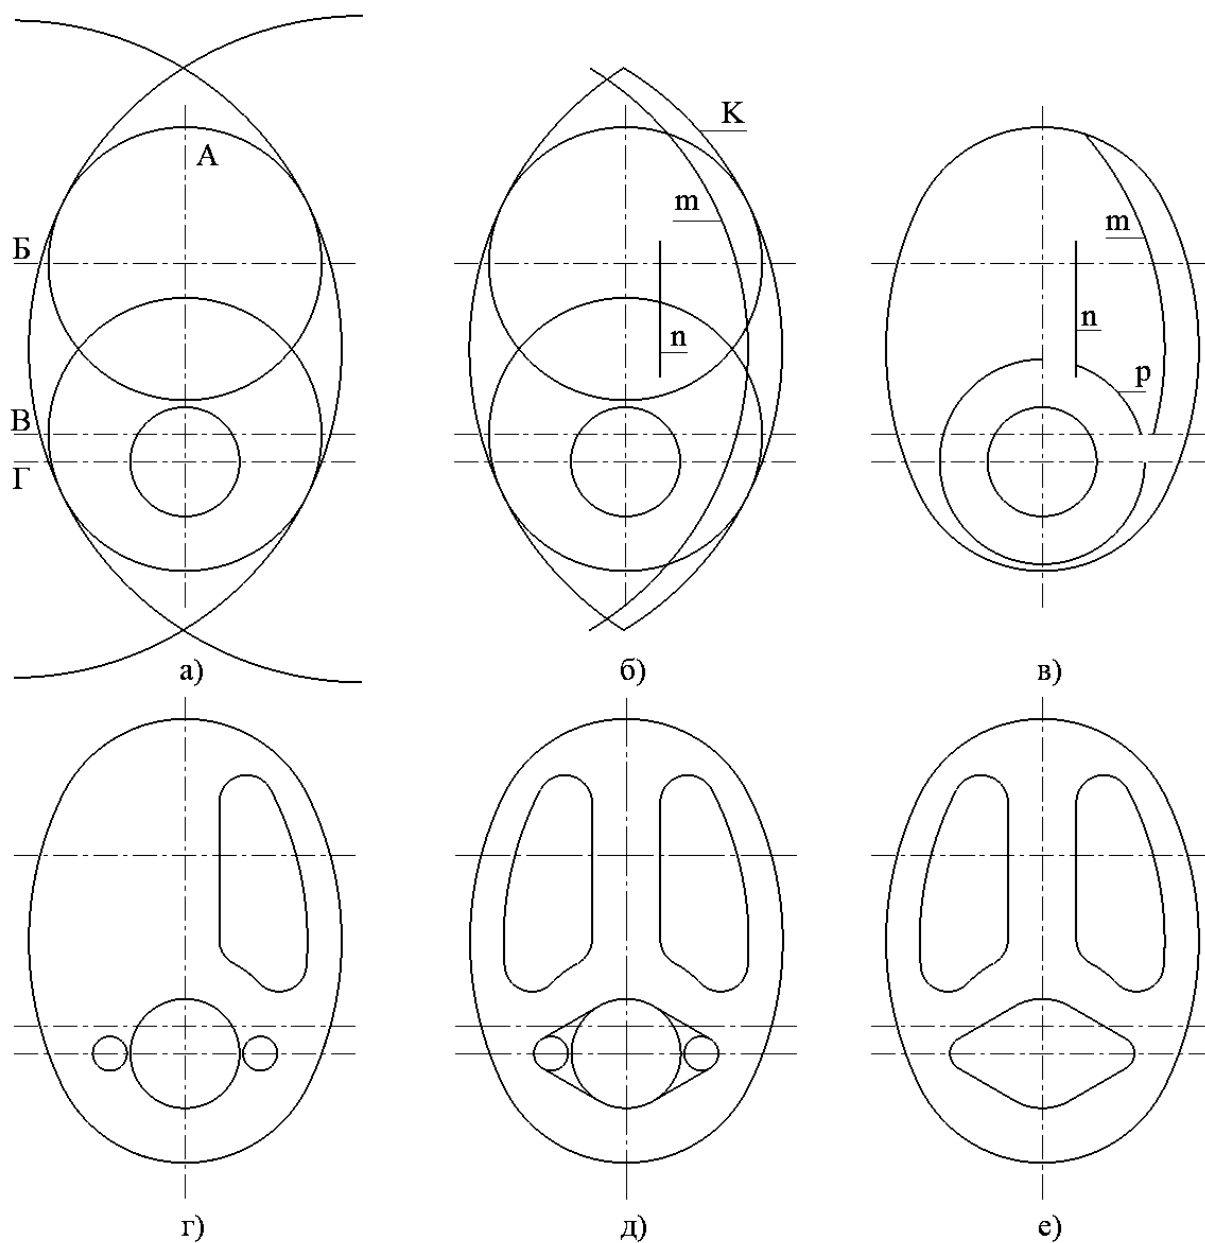

Рисунок 24 – Последовательность выполнения лабораторной работы
4. Начертите осевые линии (рисунок 24а), используя команду «Отрезок» инструментальной панели «Геометрия». Задайте стиль линии «Осевая».
5. Изобразите заданные окружности (рисунок 24а). Две окружности радиусом 40 мм разместите так, чтобы центр первой из них находился на пересечении осей А и Б, а центр второй – на пересечении осей А и В. Постройте окружность радиусом 16 мм с центром на пересечении осей А и Г.
6. Постройте окружности, касательные к заданным окружностям, используя команду «Окружность, касательная к двум кривым» (рисунок 24а).
Удалите ненужные части окружностей, используя команду «Усечь кривую» инструментальной панели «Редактирование» (рисунок 24б).
Удалите ненужные части кривых, используя команду «Усечь кривую» инструментальной панели «Редактирование» (рисунок 24в).
Для построения сопряжений используйте команду «Скругление» (рисунок 24в, 24г). Не забудьте установить радиус скругления 8 мм.
9. Выделите построенные сопряжения, отрезок и дуги и отразите их с помощью команды «Зеркально отразить», указав ось А как ось симметрии (рисунок 24д).
10. Постройте окружности радиусом 5 мм, смещенные по оси Г от пересечения осей на 22 мм (рисунок 24г). Постройте касательные к ним. Для построения касательных используйте команду «Отрезок, касательный к двум кривым» (рисунок 24д).
Удалите ненужные части кривых (рисунок 24е).